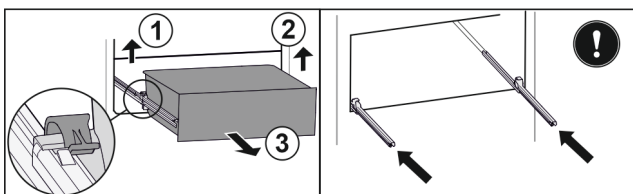

Fig. 100
- Soulever la bride gauche et tirer dans le même temps la partie gauche du tiroir vers l'avant. Fig. 100 (1)
- Soulever la bride droite et tirer dans le même temps la partie droite du tiroir vers l'avant. Fig. 100 (2)
- Retirer le tiroir par l'avant. Fig. 100 (3)